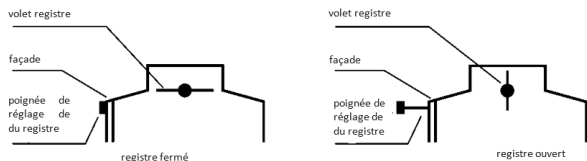

Fig. 5. Exemple de réglage du registre.
- la position de la poignée qui règle l'ouverture de la vitre, en ajustant le tirage du conduit de fumée, (voir Fig. 5).